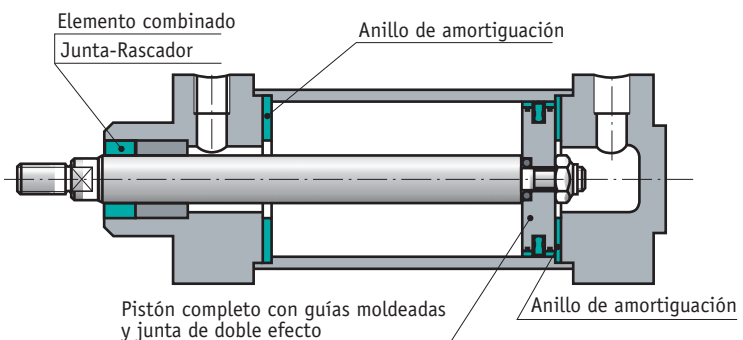

FIGURA 1. Cilindro neumático I.
• Cilindro de construcción sencilla (Figura 1).